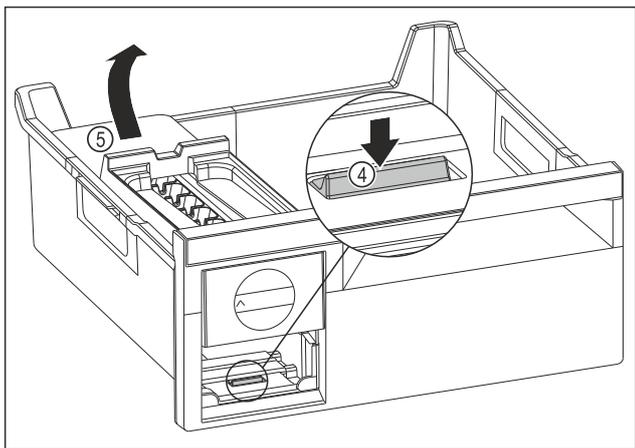

Fig. 141
- ▶ Odoberte korpus EasyTwist-Ice: Strmeň Fig. 141 (4) zatlačte prstom nadol a súčasne druhou rukou zdvihnite zozadu korpus EasyTwist-Ice Fig. 141 (5).